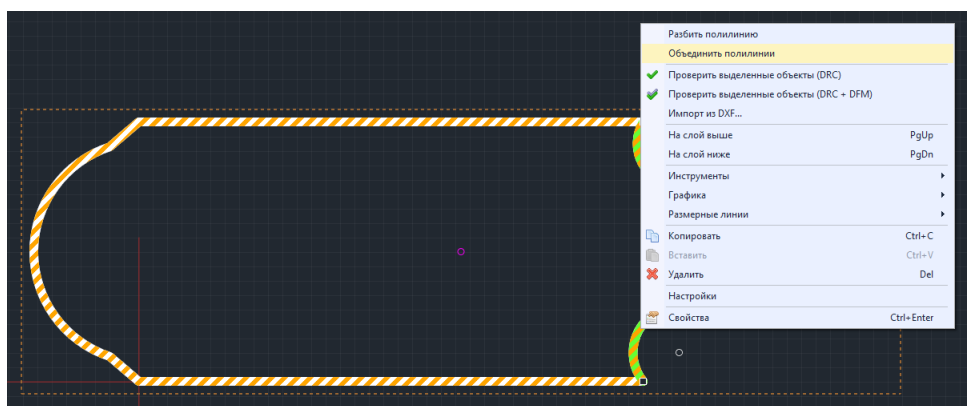

Рис. 62 Объединение полилиний
6. Объединить все полилинии, в случае если для построения контура платы осуществлялось несколько сеансов работы инструмента «Разместить полилинию». Для объединения полилиний необходимо выбрать их и воспользоваться пунктом контекстного меню «Объединить полилинии», см. Рис. 62.